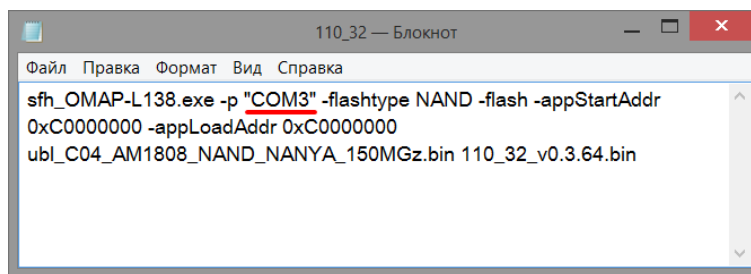

Рисунок 2.4. Выбор COM-порта
- номер COM-порта на номер, определенный ранее в «Диспетчере устройств» Windows (рисунок 2.4).